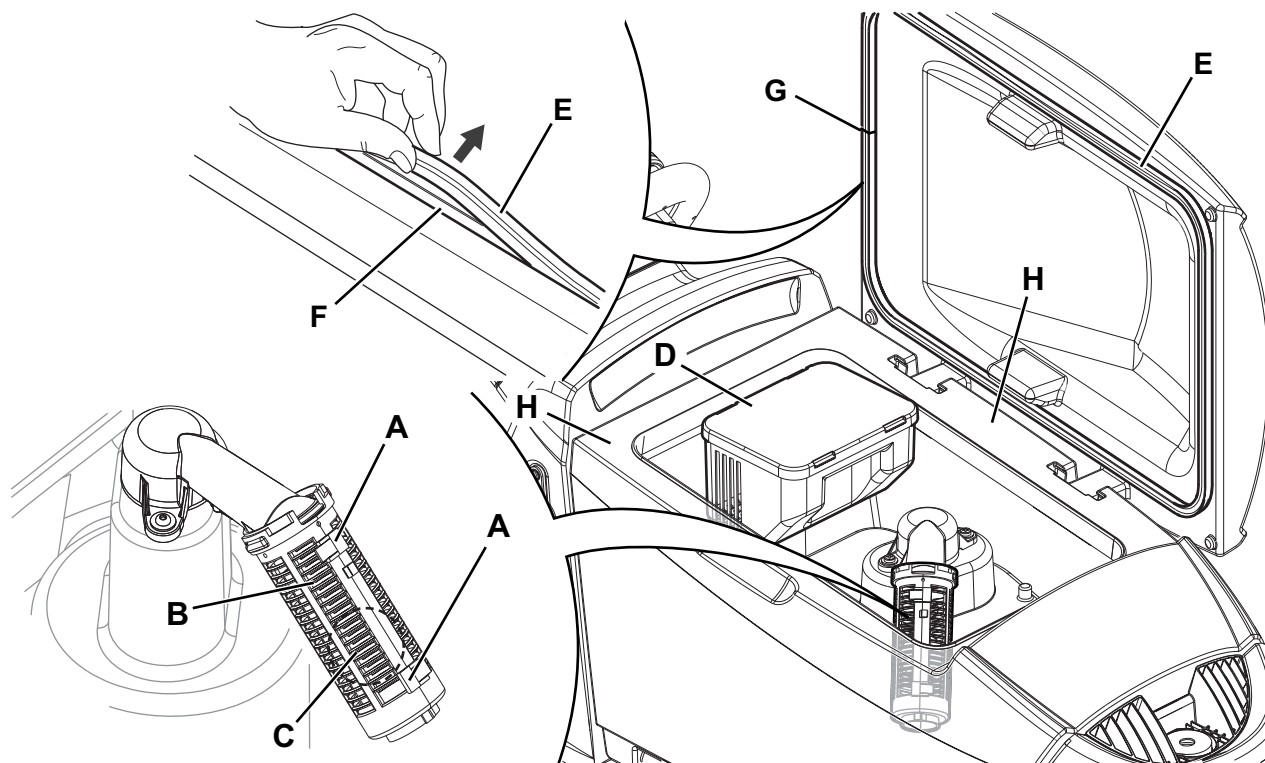

Figure 12
2. S'assurer que la machine est éteinte avec la clé opérateur (52) retirée.
3. Ouvrir le couvercle (34).
4. Vider l'eau du réservoir avec le tuyau de vidange (12).
5. Nettoyer la grille d'aspiration (31), dégager les dispositifs de retenue (A, Fig. 12), ouvrir la grille (B), récupérer le flotteur (C) et nettoyer soigneusement ; enfin reposer en place.
6. Démontez le bac de récupération des débris (D) et ouvrez son couvercle, puis nettoyez soigneusement et ré-installez le tuyau d'aspiration.
7. Contrôler l'intégrité du joint d'étanchéité (E) du couvercle du réservoir.